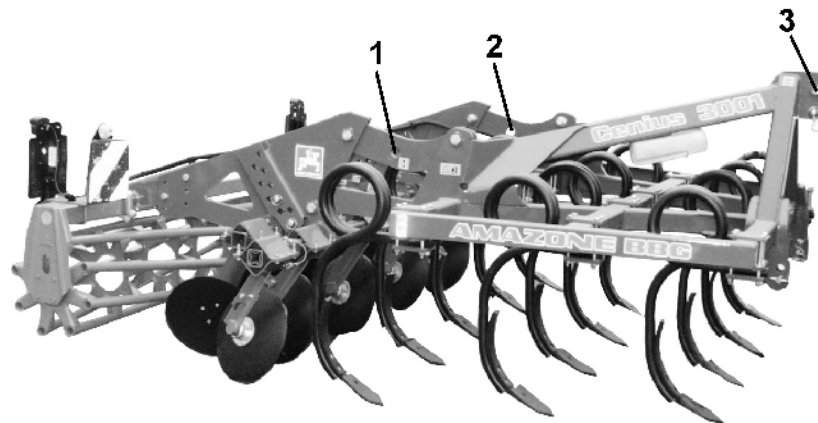

Fig. 2
- De Cenius 3001 beschikt over 3 bevestigingspunten (Fig. 2/1,2,3) voor de hijsbanden!